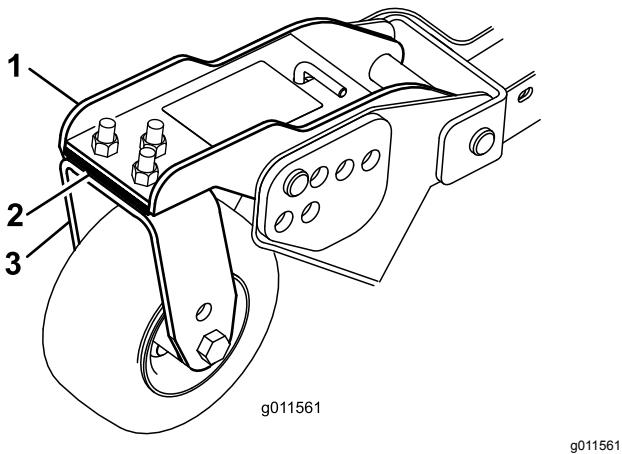

Bild 30
3. Stellen Sie die Beilagscheiben (3 mm) an den vorderen Laufradgabeln auf die entsprechende Schnitthöhe auf dem Aufkleber ein (Bild 30).
Unterseite des vorderen inneren Laufradarms am Seitenmähwerk (Bild 30).